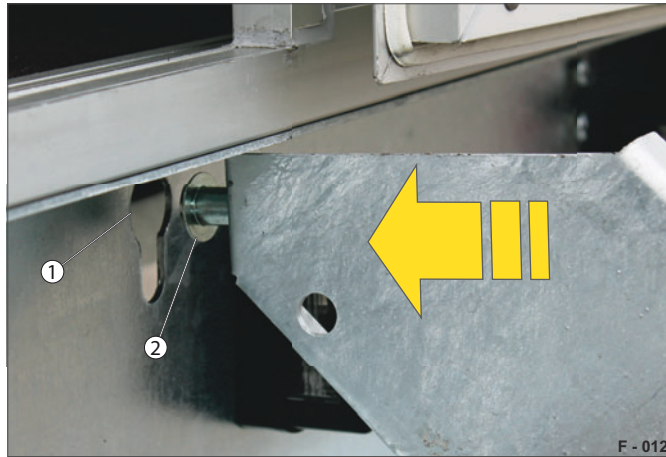

Abb. 11 Treppe einhängen
- ▶ Halten und führen Sie die Treppe parallel zu den Lochungen (Abb. 11/1) am Unterfahrerschutz.
- ▶ Hängen Sie die Treppe mit den Bolzen (Abb. 11/2) ein.